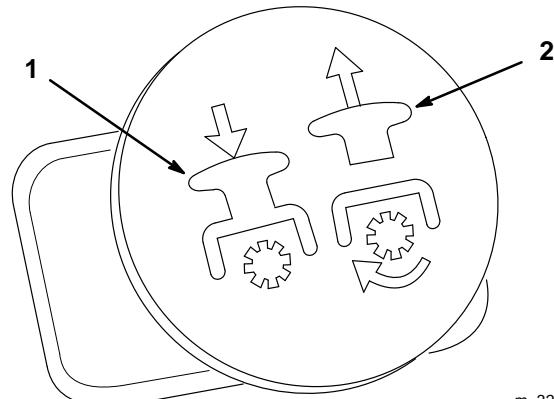

Figure 13
3. Tirer le bouton de prise de force (PDF) en position embrayée (Fig. 13).